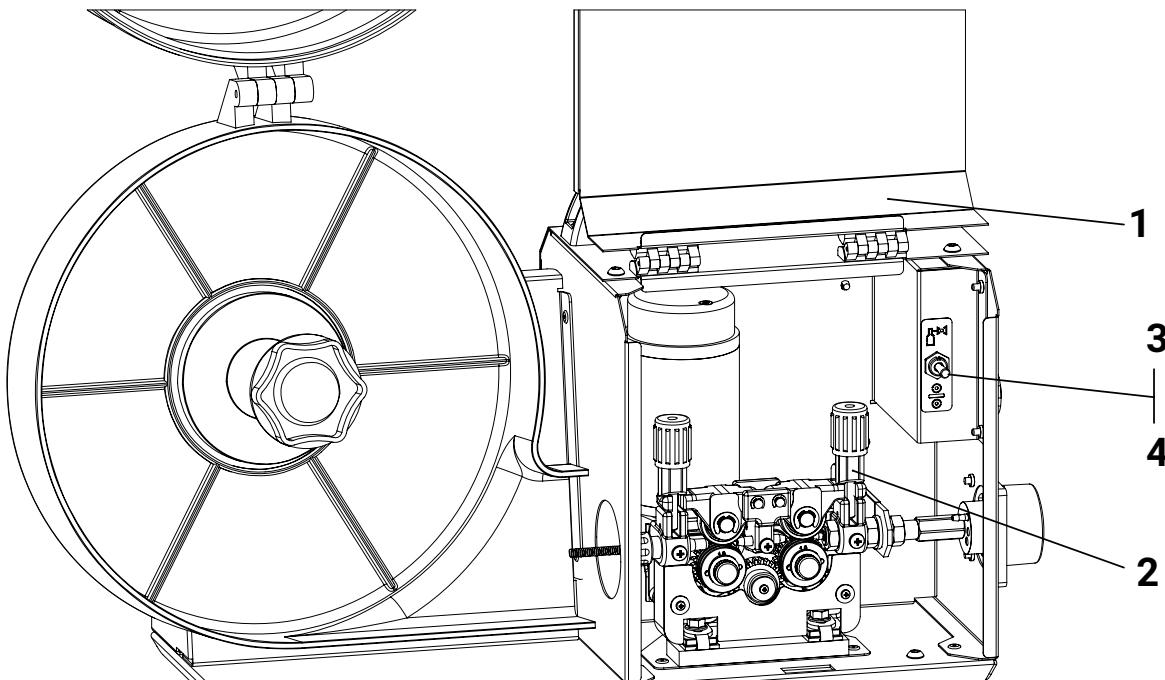

Рис. 6 – Заправка проволоки: 1 – крышка левая откидная, 2 – механизм подачи, 3-4 – тумблер протяжки проволоки и продувки газа
- 2 Нажать и удерживать тумблер в положение (4 на Рис. 6) прогона сварочной проволоки на УПП до тех пор, пока проволока не выступит из гусака горелки на 10...15 мм от торца газового сопла.